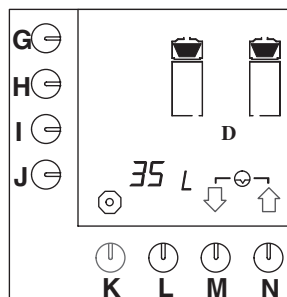

Abb. 40 Zurückstellen des Tageszählwerks für das Kaffeebrühsystem auf Null
- Drücken Sie auf die Wahl taste (M.)↓, bis Abb.40 im Display erscheint.